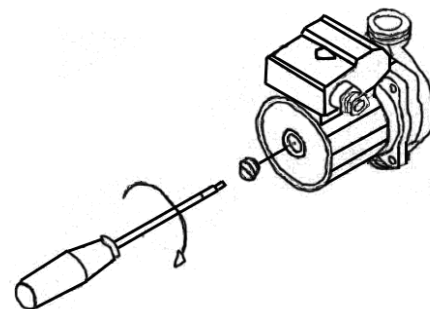

Рис. 10. Проверка циркуляционного насоса
- 9) не заблокирован ли насос. Для этого при помощи отвёртки открутите заглушку насоса и проверните его вал несколько раз туда и обратно (см. Рис. 10). Затем плотно закрутите заглушку. При выполнении данной операции возможны протечки воды из насоса, после установки заглушки необходимо удалить остатки воды с компонентов котла (протереть); подключение котла к